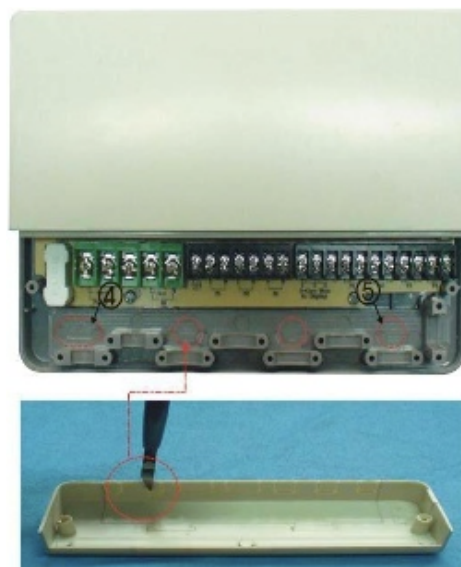

Figure 5
- ▶ Desserrer les vis 1, 2 et ouvrir le couvercle en le tirant vers le haut, voir la figure 5.